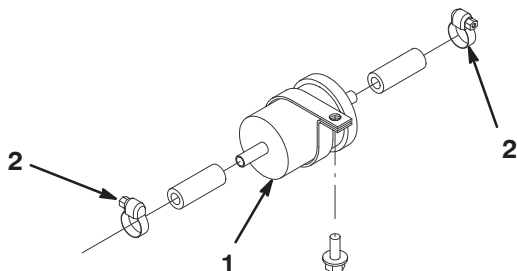

Bild 47
3. Lockern Sie die Schlauchklemmen an beiden Filterseiten (Bild 47) und ziehen die Kraftstoffleitungen vom Filter ab.